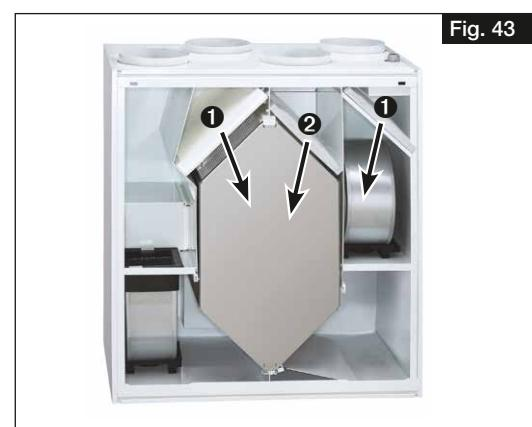

Fig. 43
2. Retirer le filtre air extérieur **1** et air extrait **2** vers l'avant et les remplacer (voir Fig. 43).